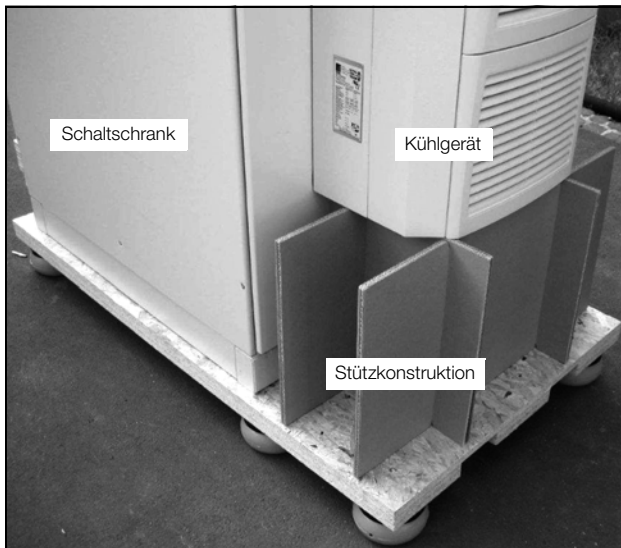

Abb. 1: Transport einer Schaltschrank-Kühlgeräte-Kombination
- Beim Transport von bereits montierten Geräten (am Schaltschrank) müssen Transportsicherungen verwendet werden. Hierfür eignet sich eine Konstruktion aus z. B. Kanthölzern oder Brettern, welche das Kühlgerät abstützen und ein Absacken des Gerätes bei Stößen verhindern (siehe Abb. 1). Um Kippmomente niedrig zu halten, ist eine ausreichend große Palette zu wählen. Wurde das Kühlgerät an eine Tür montiert, muss diese während des Transports geschlossen bleiben.